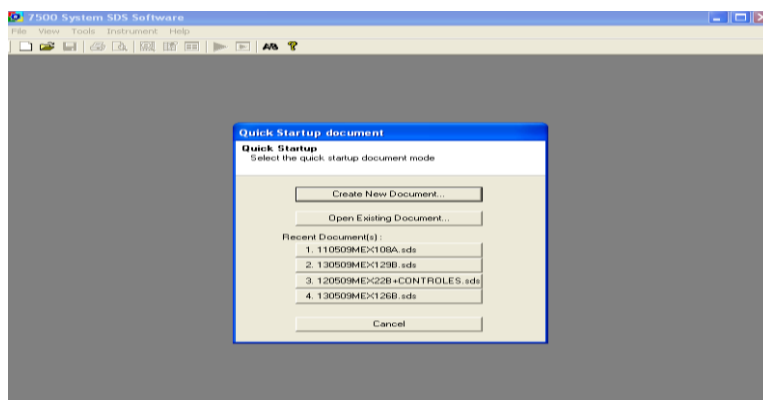

Figura 4.- Ventana de inicio del software.
- El software abrirá presentando una ventana con el nombre “*Quick start up document*” (inicio rápido de documento, Figura 4).